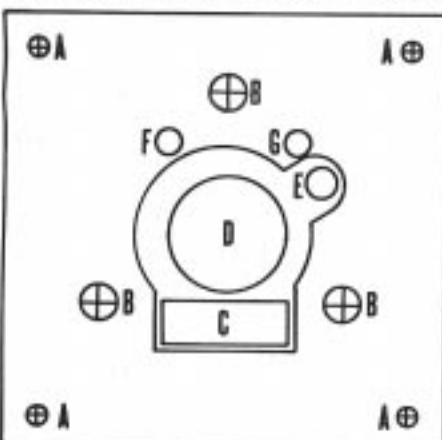

Fig. 1
- 3) Orientare i dispositivi agendo sulle viti denominate "B" (figura 1) fino all'accensione del led rosso, la cui luce è proporzionale all'intensità del segnale ricevuto. Per l'allineamento perfetto servirsi anche di un tester posto a 3/5 Vcc fondo scala. Collegarlo ai due test point del ricevitore (F e G di Fig. 1) e regolare l'orientamento dei fotodispositivi fino ad ottenere il massimo valore sullo strumento.
- 1) Fixer les dispositifs (émetteur et récepteur) sur les colonnettes ou les boîtiers préalablement scellés, en utilisant les trous prévus à cet effet (fig. 1 et 3) avec des vis parker. Les dispositifs doivent être fixés face à face sur les mêmes alignement et à la même hauteur du sol.
- 3) Orienter les dispositifs en agissant sur les vis "B" (fig. 1) afin d'obtenir l'allumage du led rouge. Pour un parfait alignement utiliser un testeur réglé sur une échelle maxi de 3/5 Vcc et branché sur les pôles du récepteur destinés à cet effet (fig. 1 - pinte F et G). Régler ensuite l'orientation des cellules jusqu'à l'obtention d'une valeur maxi sur le testeur.